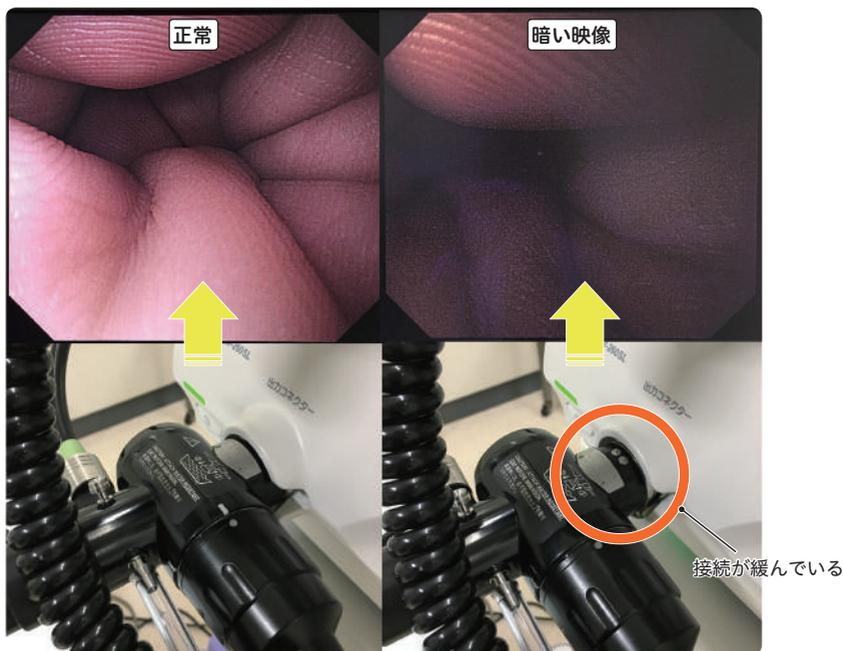

図 10 接続部が緩んでいても、映像は薄暗く映る（オリンパス 260 シリーズ）
①光源装置から送水タンク、送気・送水ボタン、送気・送水ノズルまでのチャンネル内で、詰まりや接続の緩みがあると空気が漏れてしまって送気・送水ができません。特にオリンパスの 260 シリーズの光源装置と組み合わせるときは注意が必要です。260 シリーズでは、多少接続が緩んでいても光量は落ちるものの光はスコープに届いてしまうので画面モニタに映像は映されてしまいます。しかし、当然空気が漏れてしまうので送気・送水は行われません。映像が映っているから接続 OK! ということではないのです。映像が薄暗くなって、ブーンという音がしたら要注意です (図 10)。